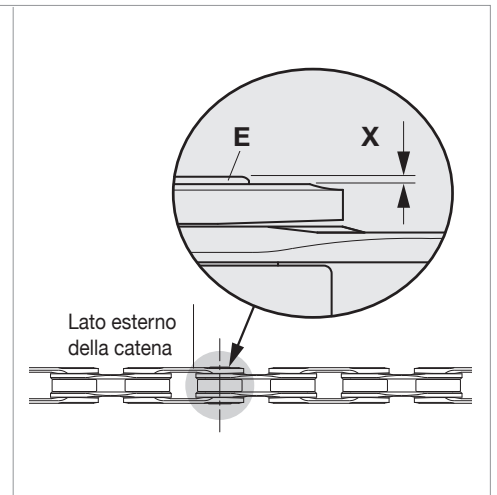

Fig.20
- La leggera sporgenza (X) (verso il lato esterno della catena) del piolino (E) dalla maglia (**Fig. 20**) è del tutto normale e non ostacola il normale scorrimento della catena.